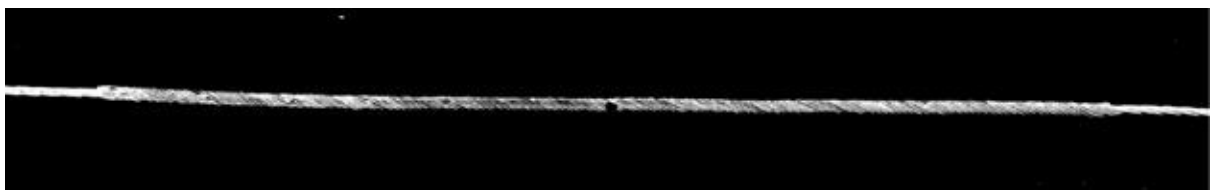

Рис. 7.
8. Монтаж ремонтного зажима закончен. Общий вид смонтированного ремонтного зажима на проводе (см. рис. 7).